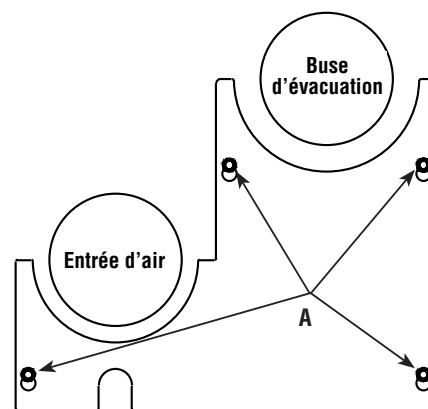

Figure 51
2. Si le poêle est raccordé au tuyau d'évacuation, desserrer les quatre vis à tête hexagonale de 5/32 po (**Figure 51**, repère A) qui fixent la plaque de protection inférieure sous la buse d'évacuation, soulever légèrement la plaque, puis la retirer.